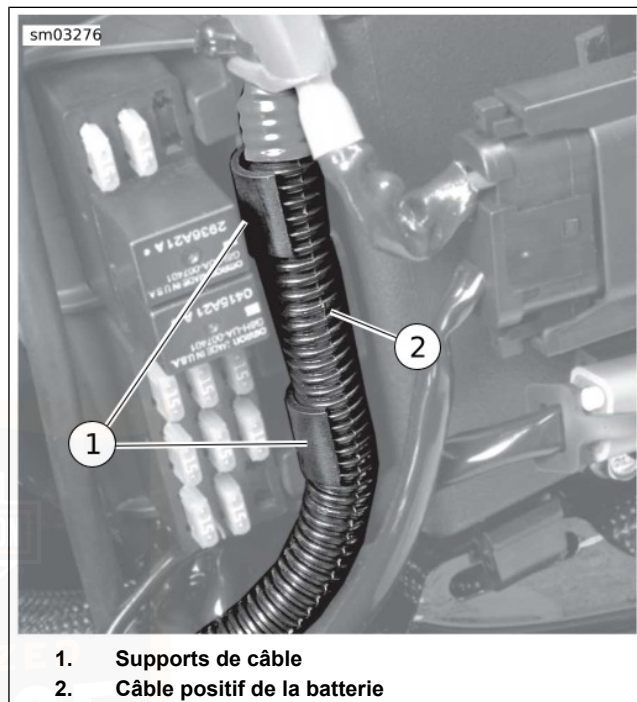

Figure 62. Supports de câble positif (+) de batterie
8. Voir Figure 62. Dégager le câble positif (+) (2) de la batterie des supports de câble (1).